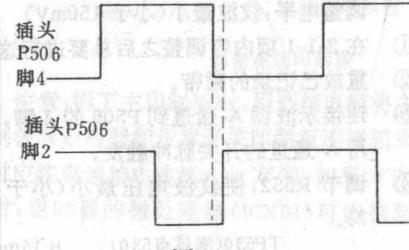

图 2-1-3
① 置寻迹控制钮到中间标准位置。
② 重放已记录的磁带。
③ 把示波器 A 通道输入端连到 P506 的 4 脚,B 一通道连到 P506 的 2 脚,示波器用开关脉冲触发。
④ 调节 R553 使图 2-1-3 中的 T 为 5.0 ± 0.3ms(V=300DC)或 9.4 ± 0.3ms(V=500DC)。